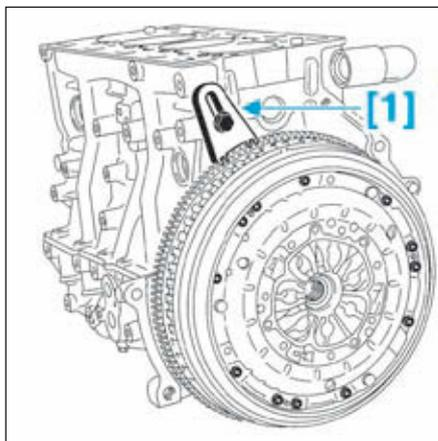

FIG.46
- Mettre en place l'outil [1] sur la couronne du démarreur pour bloquer le vilebrequin (Fig.46).